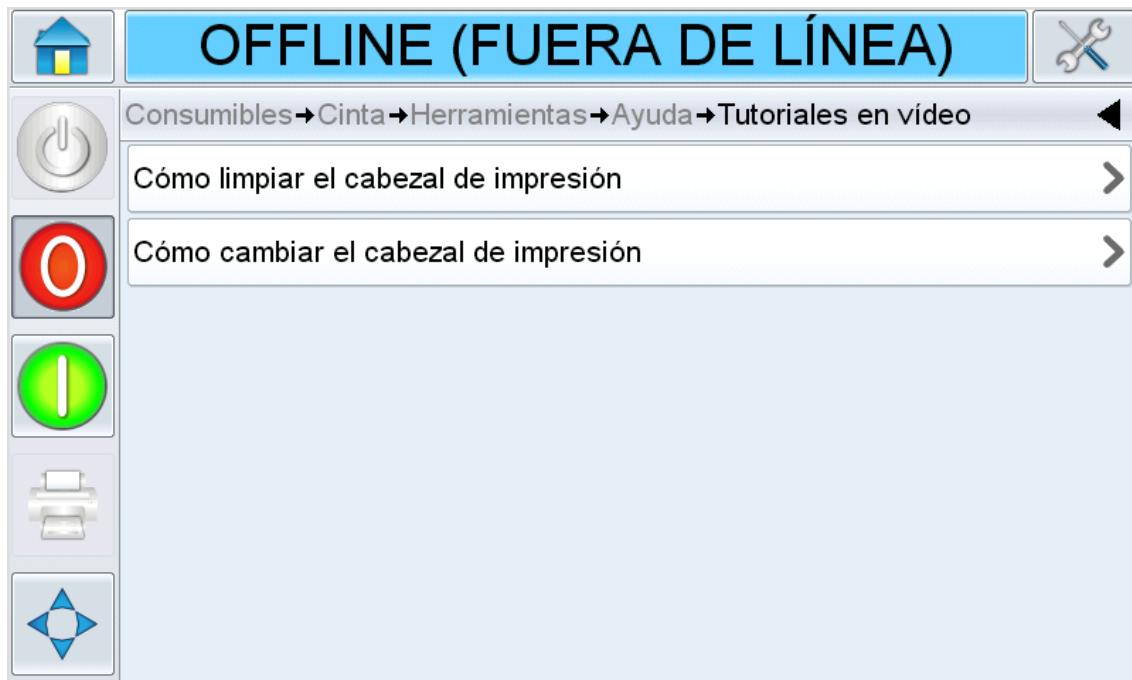

Figura 5-33: Pantalla de videos tutoriales
1. Toque Tutorial Videos (Videos tutoriales) en la pantalla Help (Ayuda) para acceder a los videos tutoriales (Figura 5-33). Seleccione el video requerido para la tarea específica y la solución básica de problemas.